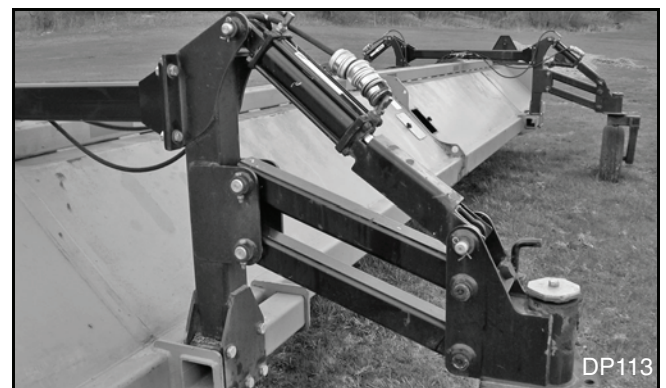

Figura 32. Pontos da lubrificação do tubo do pivô
3. Lubrifique o tubo do pivô (2 pontos em cada tubo do pivô). Consulte a Figura 32.